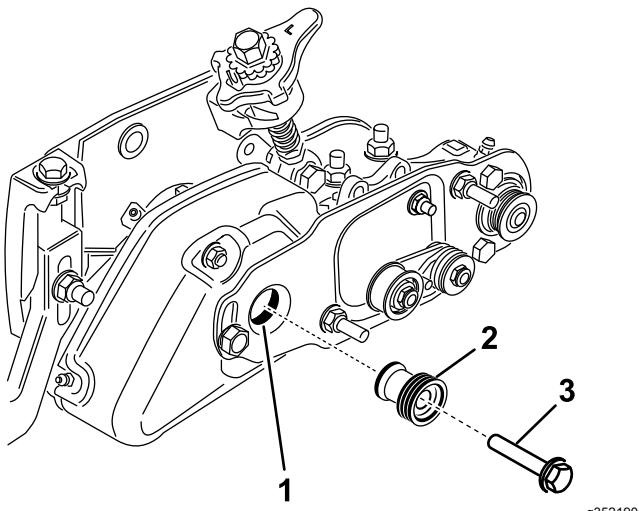

Figura 31
20. Retire el perno que sujetaba la polea del groomer al eje motor (Figura 31).
21. Introduzca la polea motriz del cepillo en la polea motriz del groomer y sobre el eje motor (Figura 31). Asegúrese de que las pestañas de la polea entran en la ranura del eje motor.
22. Sujete la polea motriz al eje con un perno con arandela prensada (3/8 x 2 pulgadas) (Figura 31). Apriete el perno a 47–54 N·m.